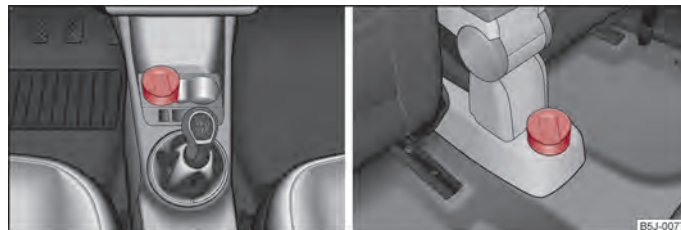

Fig. 60 Consola centrală: Scrumiera din față/spate
- Scoateți scumiera ⇒ fig. 60 în sus. Nu țineți scumiera de capac - Pericol de rupere.